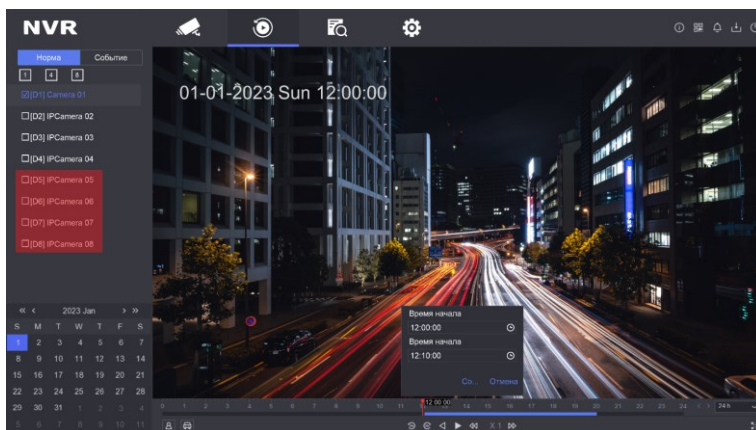

Рисунок 23 - Выбор времени начала и конца сохраняемого видео
7.15.8 В появившемся меню выберите время начала и конца сохраняемого отрезка (рисунок 23).